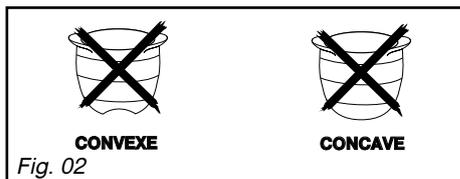

Fig. 02
- N'utilisez pas de récipient à fond concave ou convexe sans le support adéquat (Fig. 02).
– Utilisez un récipient de taille adaptée : le diamètre du fond doit être égal ou supérieur au diamètre du foyer électrique (Fig. 02).